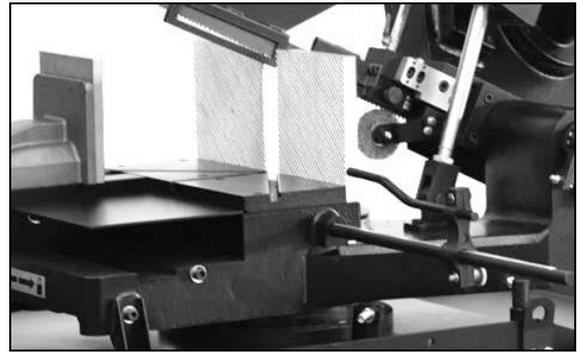

Abb. 6-4: Materialanschlag
Der Materialanschlag (Abb. 6-4) wird im Sägebetrieb für die Serienfertigung verwendet.
- Den Feststellhebel (N, Abb. 6-4) lösen.
- Die Führung am Griff (M) festhalten, um sie zu verstellen.